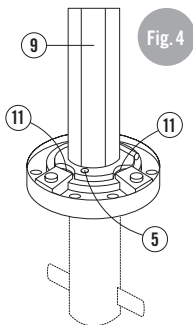
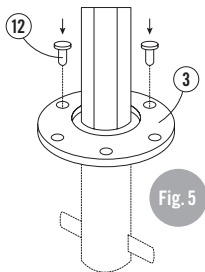

Fig. 4
Fig. 5
- Dresser prudemment le mât (9) à la verticale en continuant à le tenir (fig. 4).
- Insérer la vis de blocage (5).
- À l'aide des vis de nivelage (11), ajuster la position verticale.
- Descendre l'anneau de pressage (3) sur le pied du mât puis insérer et serrer les vis d'ancrage (12) (fig. 5).